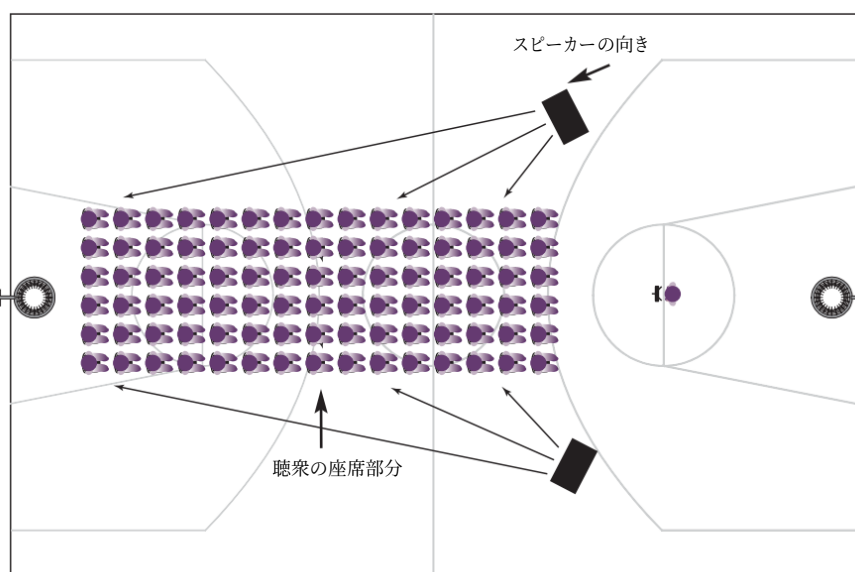

図 37 聴衆の方向に向けた拡声スピーカー
- ・拡声スピーカーの向きを、側壁方向ではなく、聴衆が居る場所の方に向けてください。(図37参照)